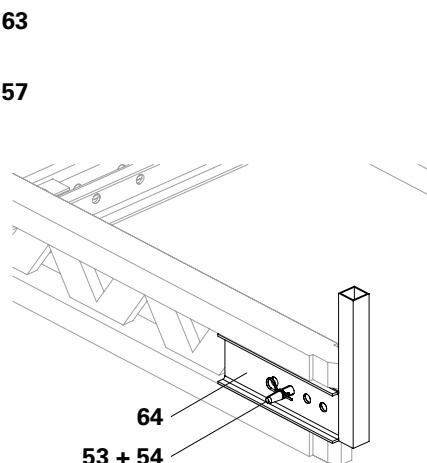

Fig. A6.03
2. Avvitare la trave reticolare (**64**) sul lato anteriore e posteriore della trave reticolare con 1x perno Ø 21 (**26**) e fissare con un inserto a molla 4/1 (**27**). (Fig. A6.03)